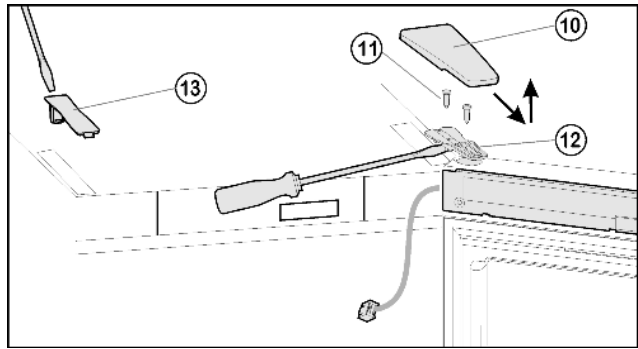
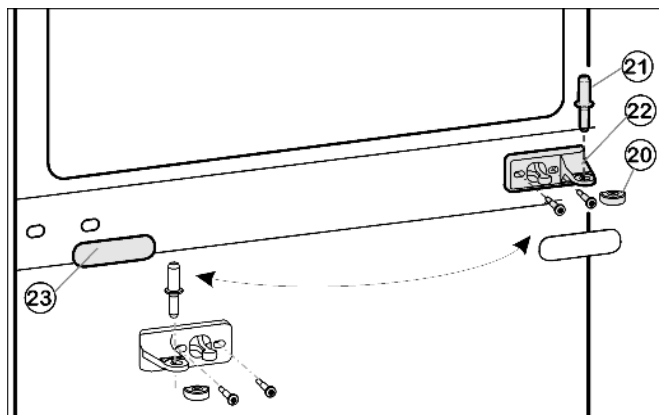
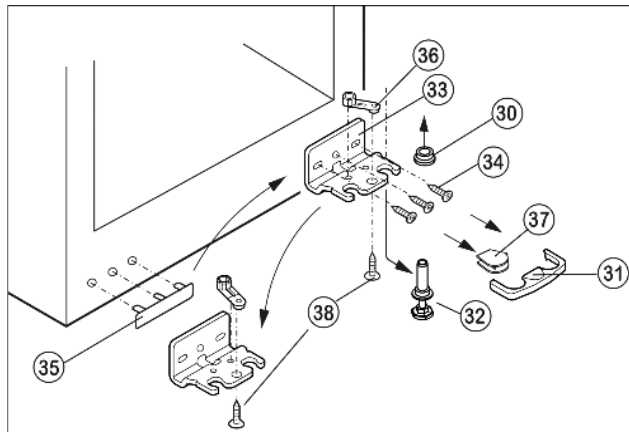

Fig. 5
Fig. 6
Fig. 7
- Retire hacia delante y hacia arriba la cubierta Fig. 5 (10).
- Desmonte la cubierta Fig. 5 (13).
- Desenrosque por completo los tornillos Fig. 5 (11).
- Retire hacia arriba la puerta completa con el soporte de cojinete Fig. 5 (12) y el cable. Dado el caso, para soltarla haga palanca cuidadosamente debajo del soporte de cojinete con el destornillador para tornillos de cabeza ranurada.
- Extraiga el perno de cojinete intermedio Fig. 6 (21) del soporte de cojinete intermedio Fig. 6 (22) y de la puerta inferior.
- Retire la tapa de plástico Fig. 6 (20).
- Desmonte el soporte de cojinete intermedio Fig. 6 (22).
- Extraiga con cuidado el panel de protección Fig. 6 (23).
- Atornille el soporte de cojinete intermedio Fig. 6 (22) en el nuevo lado de la bisagra girándolo 180° (con 4 Nm) para fijarlo.
- Vuelva a encajar el panel de protección Fig. 6 (23) girándolo 180° en el nuevo lado del tirador.
- Retire hacia delante el seguro Fig. 7 (31).
- Retire la cubierta Fig. 7 (37).\*
- Enrosque totalmente la pata de ajuste Fig. 7 (32).
- Retire el perno de cojinete Fig. 7 (32) hacia abajo y hacia delante. Al hacer esto, preste atención al casquillo de bisagra Fig. 7 (30).
- Desatornille el soporte de cojinete Fig. 7 (33) (3 Torx 25) Fig. 7 (34).
- Desatornille la pieza de cojinete Fig. 7 (36) (1 Torx 25) Fig. 7 (38) y cámbiela al orificio de alojamiento opuesto del soporte de cojinete, volviéndola a atornillar.
- Desmonte con cuidado la cubierta Fig. 7 (35) en el lado del tirador y cámbiela de sitio.
- Vuelva a atornillar el soporte de cojinete Fig. 7 (33) en el nuevo lado de la bisagra (**con 4 Nm**) para fijarlo; dado el caso, utilice un destornillador de batería.
- Coloque la cubierta Fig. 7 (37) en el lado opuesto.\*
- El seguro (31) debe encajar lateralmente en el soporte de cojinete para que el perno de cojinete y, por tanto, la puerta estén protegidos.
- Vuelva a encajar el seguro (31) en el soporte de cojinete.
- Coloque el casquillo de bisagra Fig. 7 (30).
- Coloque la puerta desde arriba sobre el perno de cojinete inferior Fig. 7 (32).
- Vuelva a colocar la tapa de plástico Fig. 6 (20) en el soporte de cojinete intermedio Fig. 6 (22).
- Inserte en la puerta inferior el perno de cojinete intermedio Fig. 6 (21) a través del soporte de cojinete intermedio Fig. 6 (22).
- Deposite la puerta superior sobre el perno de cojinete intermedio Fig. 6 (21), cierre la puerta y coloque el soporte de cojinete Fig. 5 (12) superior de tal forma que encaje en la parte superior del aparato.
- Atornille el soporte de cojinete Fig. 5 (12) (con 4 Nm) para fijarlo. Dado el caso, grabe los agujeros de tornillo o utilice un destornillador de batería.
- Encaje la cubierta Fig. 5 (10) y la cubierta Fig. 5 (13).
- Dado el caso, alinee la puerta a través de los dos agujeros oblongos en el soporte de cojinete inferior Fig. 7 (33) y el soporte de cojinete intermedio Fig. 6 (22) a ras de la carcasa del aparato. Para ello, desenrosque el tornillo intermedio del soporte de cojinete inferior Fig. 7 (33).